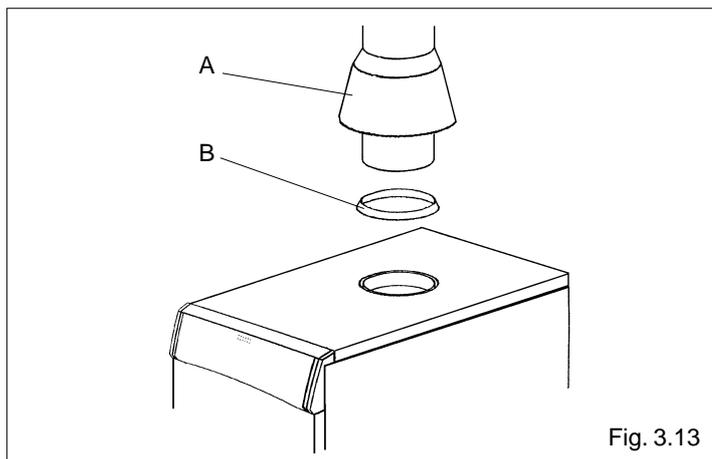

Fig. 3.13
- Ubicar el collarín (B) sobre el panel superior del revestimiento, centrado con el orificio de salida de la campana extractora de humos (fig. 3.13).
- Introducir el cortatiro (A), a través del collarín (B), en el alojamiento correspondiente del cortatiro (fig. 3.13).